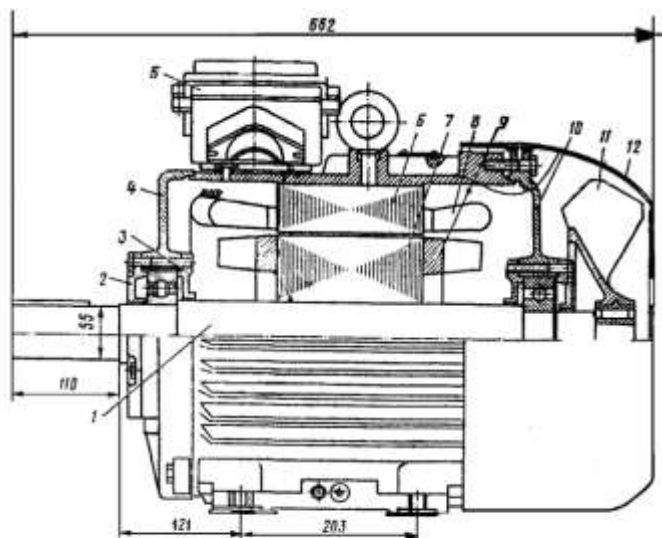

Рис. 1. Общий вид асинхронного двигателя с высотой оси вращения  $h = 180$  мм; степень защиты IP44; способ охлаждения IC0141.
3. Назовите элемент 5, изображённый на рис. 1.